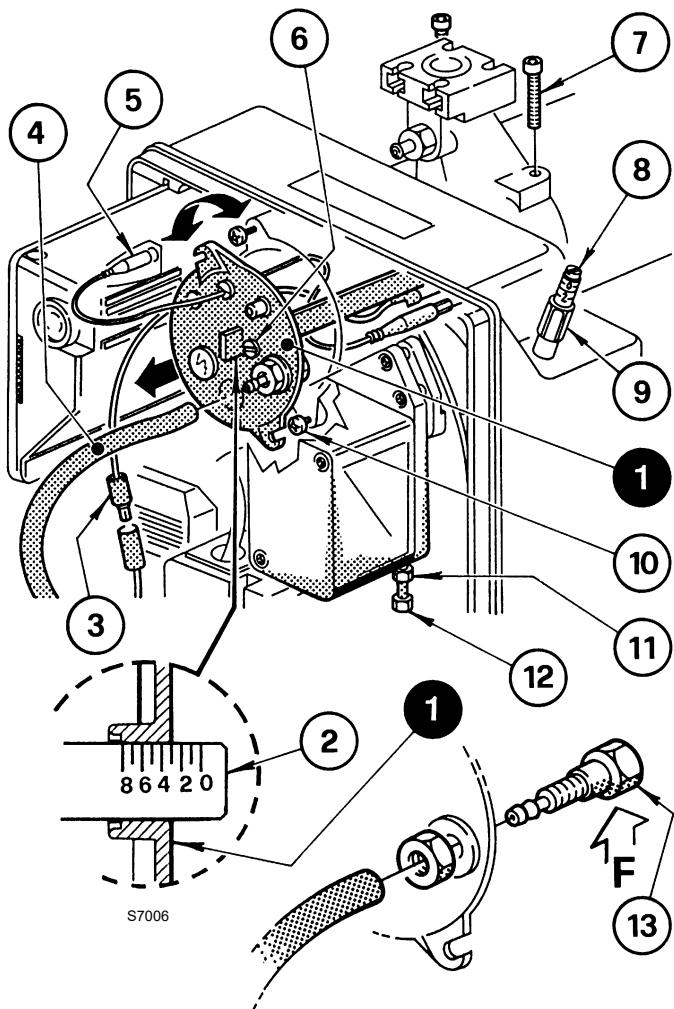

Fig. 12
Se realiza girando en el sentido de las agujas del reloj o en sentido contrario el tornillo de regulación 6)(Fig. 12), hasta que la muesca hecha en la brida de regulación 2) coincida con el plano externo del conjunto cabezal 1).
En la Fig. 12, la brida de regulación del cabezal está regulada en la muesca 3.
- desconectar las conexiones 3) y 5)(Fig. 12);
- desconectar el tubo 4) e aflojar los tornillos 10)(Fig. 12);
- desenroscar y quitar los tornillos 7), extraer el conjunto porta-cabezal 1)(Fig. 12) girándolo ligeramente hacia la derecha.
Volver a montar siguiendo el mismo procedimiento antes descrito en el orden inverso, colocando el conjunto cabezal 1)(Fig. 12) en su posición original.
Enroscar los tornillos 7)(Fig. 12) sin apretarlos hasta que hagan tope. Despues apretarlos con el par de torsión de 3 - 4 Nm.
En caso de que accidentalmente se afloje la toma de presión 13)(Fig. 12) se recomienda fijarla correctamente asegurándose de que el orificio (F) situado en la parte interior del grupo cabezal 1)(Fig. 12) quede dirigido hacia abajo.